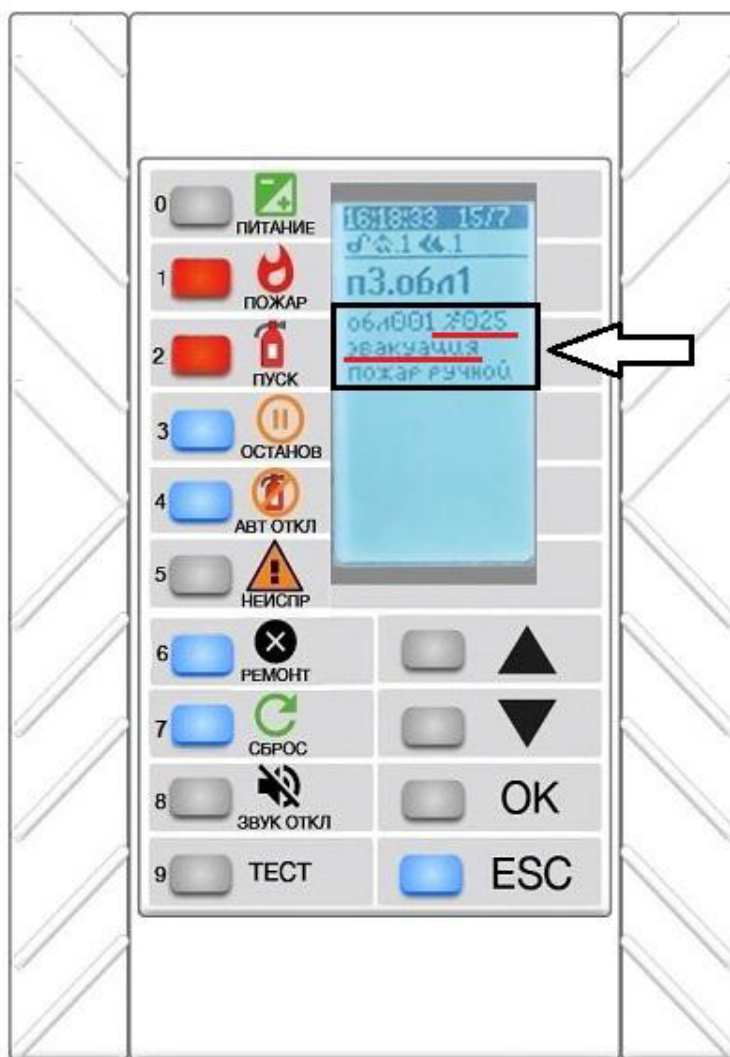

Рисунок 23
4. Для запуска эвакуации необходимо нажать и удерживать кнопку «**ПУСК**», затем подтвердить действие кнопкой «**ОК**». На экране появится сообщение о начале эвакуации. Рядом с символом эвакуации  начнется обратный отсчет (рисунок 23).